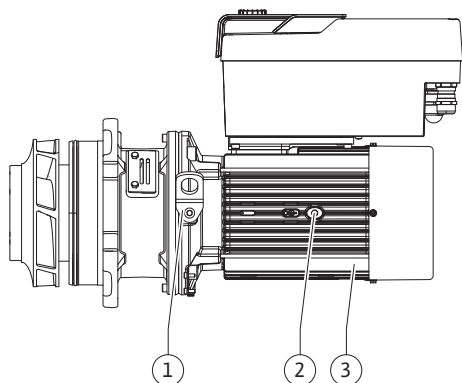

Fig. 108: Съёмный блок
13. Съёмный блок (см. Fig. 108) ввести в корпус насоса в прежнем или другом требуемом угловом положении. При этом учитывать допустимые монтажные положения компонентов (см. главу «Допустимые монтажные положения и изменение расположения компонентов перед установкой» [► 24]).